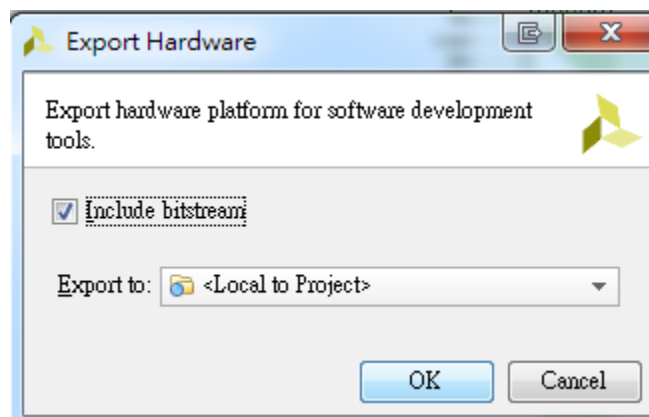

Figure 14
2.14 產生.bit 檔後，點選 File -> Export -> Export Hardware，在跳出的視窗勾選 Include bitstream 後點選 OK，如 Figure 14 所示。